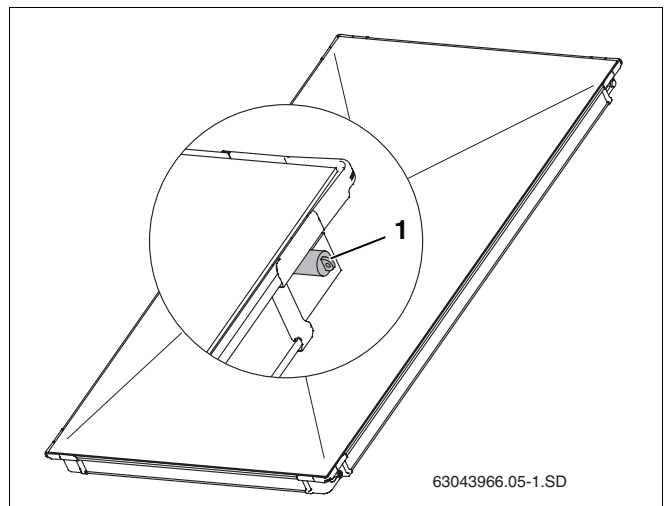

Fig. 6 Capuchons en caoutchouc pour raccordements de capteurs
- Retirez les capuchons en caoutchouc (fig. 6, **pos. 1**) juste avant le montage.